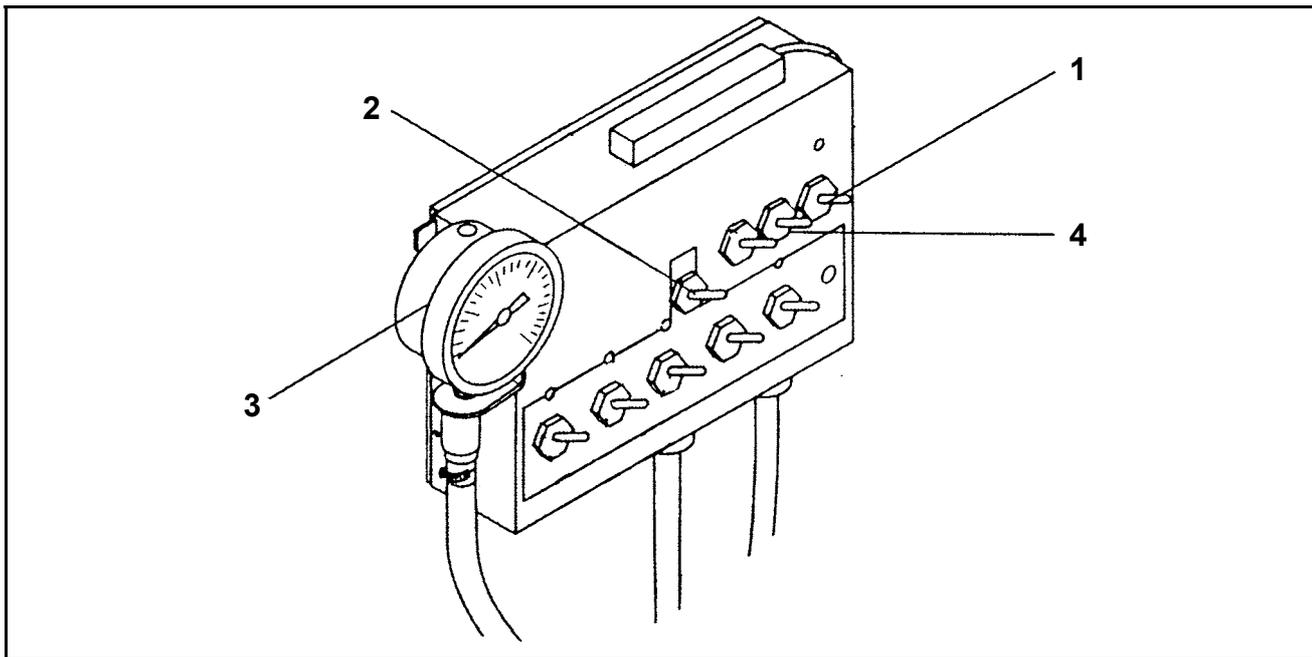
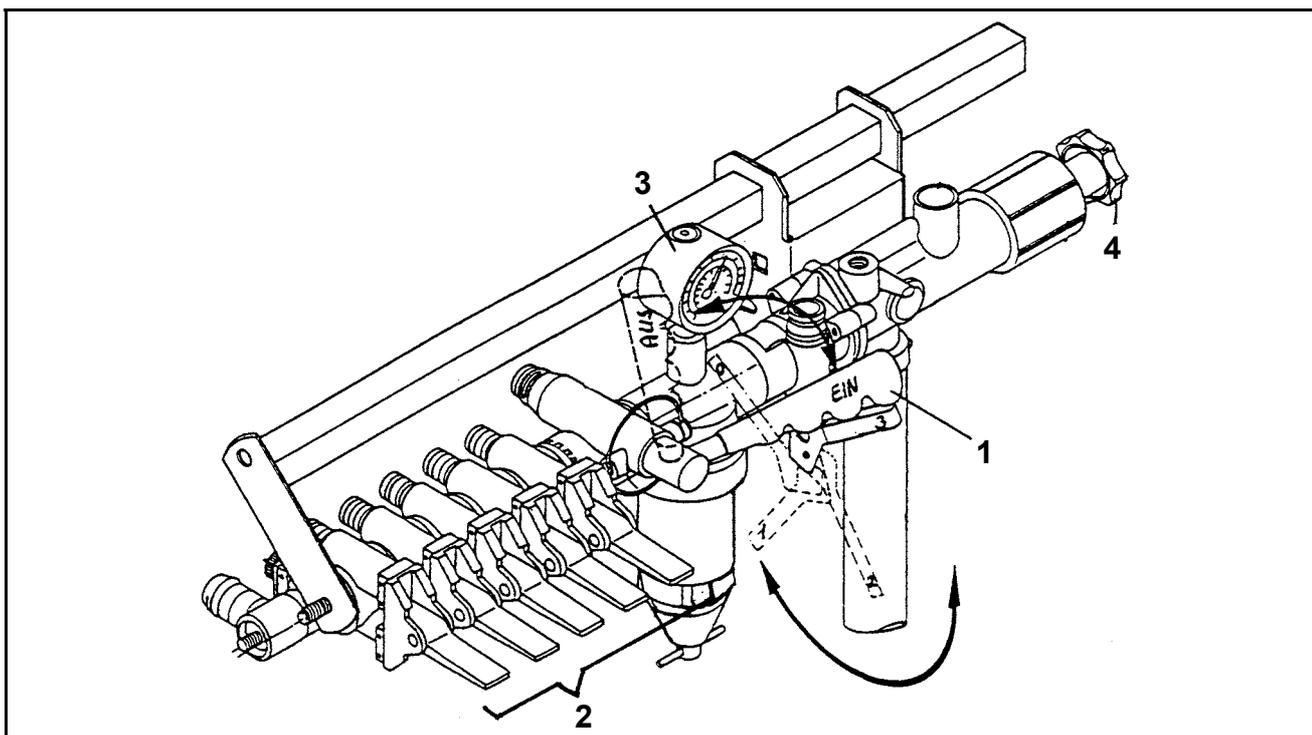

Fig. 10
Fig. 11
- Commutez l'interrupteur (Fig. 10/ 1) d'alimentation en courant sur la position repérée par "I" (EIN) **(exclusivement sur les régulateurs utilisés en combinaison avec un boîtier de télécommande électrique)**.
- Fermez la vanne centrale (Fig. 11/ 1) (EIN) et les robinets à retour calibrés (Fig. 11/2) **(régulateur à commande manuelle exclusivement)** ou commutez l'interrupteur central (Fig. 10/ 2) d'ouverture/coupeure de la rampe sur la position "0" (AUS) **(régulateurs avec télécommande électrique exclusivement)**.
- Réglez la pression de travail fournie par le tableau de débit en tournant la vis étoile (Fig. 10/ 4) ou en appuyant sur la touche ± (Fig. 11/ 4) pour l'afficher à l'indicateur de pression (Fig. 11/ 3) ou (Fig. 10/ 3).